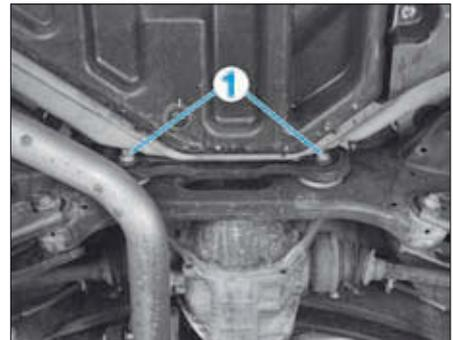

FIG. 19
- les 2 vis (1) de fixation arrière du différentiel (Fig.19),